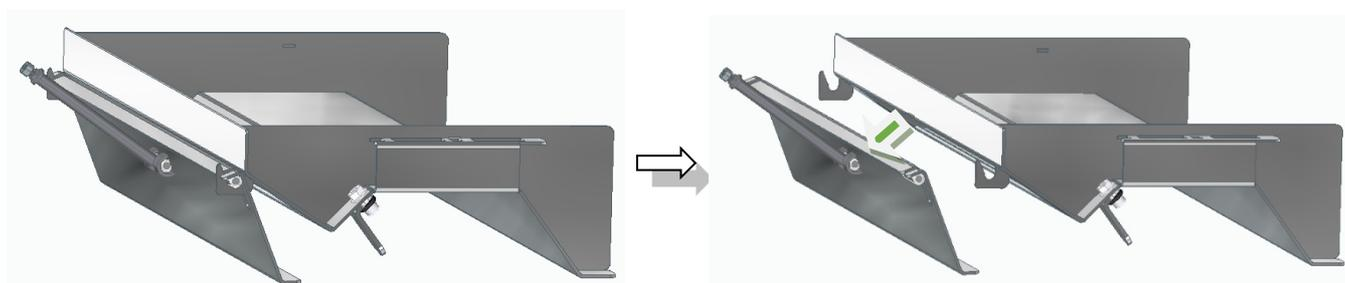

Figura 19 – Remoção da pala da dupla deflectora
4. Poderá retirar a pala da frente da dupla deflectora de fumos, para isso basta desencaixar a pala dos apoios, como se pode ver na Figura 19.